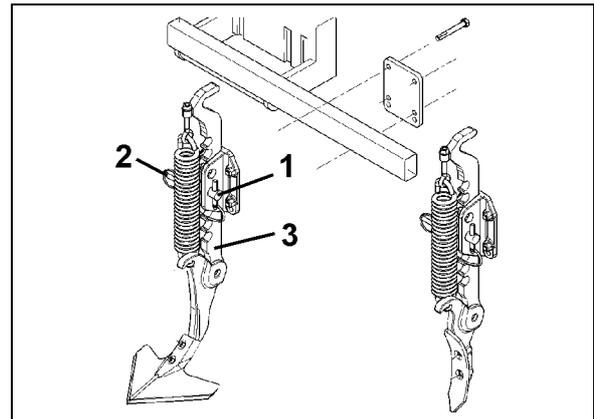

Fig. 48
3. Arbeitstiefe durch umstecken des Bolzens (Fig. 48/1) in der Verzahnung des Spurlockerers (Fig. 48/3) einstellen und mit Klappstecker (Fig. 48/2) sichern.